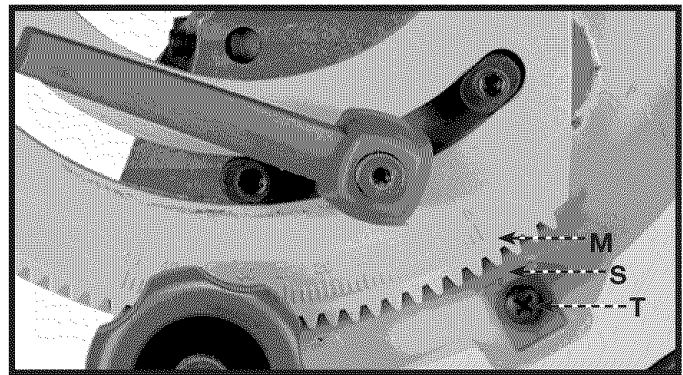

Fig. 16
- Desserrer la vis (T) fig. 16, et aligner le pointeur (S) avec le repère zéro de l'échelle du tourillon (M). Serrer solidement.